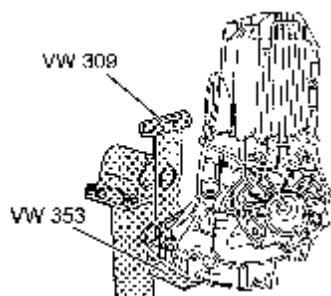

图 9-41 固定变速箱
(1) 用套筒扳手 3357 排入变速箱油。将变速箱夹紧至装配台中, 如图 9-41 所示。